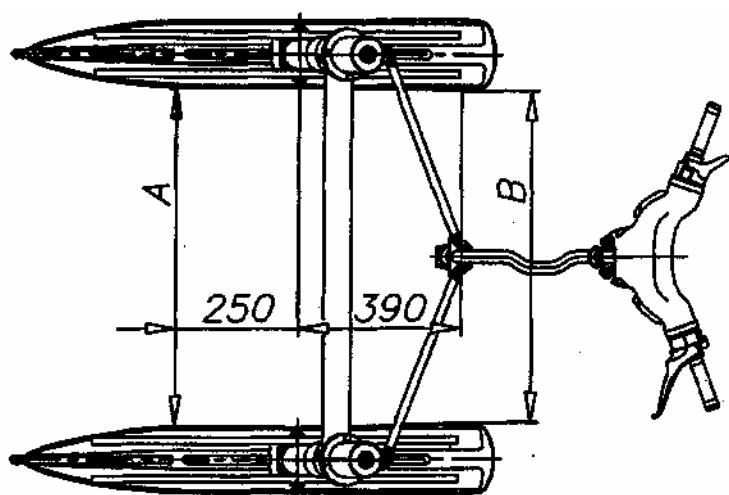

Рисунок 29 - Регулировка схождения лыж
- вращением рулевых тяг добейтесь, чтобы при положении лыж "прямо-вперед" расстояние А (рисунок 29) между передними частями лыж было больше, чем расстояние В между задними частями лыж, на 10 мм (A-B=10 мм);